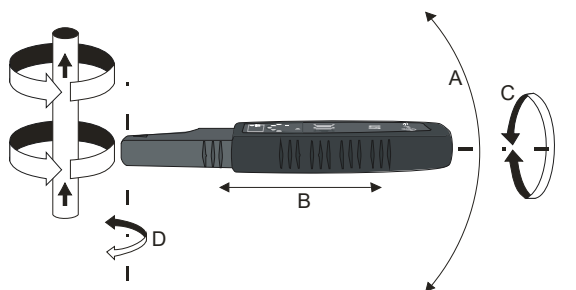

Рис.4 Обнаружение магнитного поля
Измерения в замкнутой цепи можно производить, если существует возможность вынужденного течения тока. Такие условия создаются в неповрежденной линии под напряжением выше 9В (цепь замыкается через трансформатор) и в замкнутой линии, также с использованием режима «ток-напряжение» или внешнего источника питания. Во всех упомянутых случаях локализация осуществляется при помощи оценки общей величины магнитного поля. На рис.4 представлено направление линии магнитного поля вокруг провода, по которому течет модулированный ток, и расположение приемника, позволяющее выбрать наилучший уровень принимаемого сигнала.
- Перемещать антенну приемника вдоль проверяемой линии (Рис.4) в направлении усиления сигнала. Нажать клавишу **16** , чтобы повысить точность локализации (Пункт 6.1).